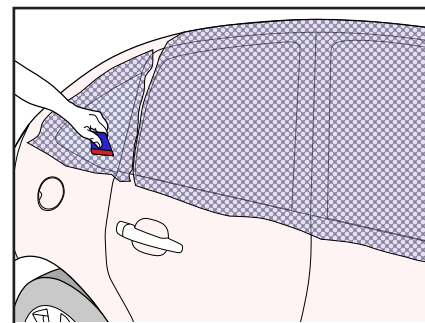

Figure 25
› Tendre et appliquer le film microperforé sur la totalité de la vitre jusqu'à ses bords et dans les coins. (FIG. 25)
- pour les lunettes arrières entre la vitre et le joint de vitre à l'aide de la raclette. (FIG. 25)